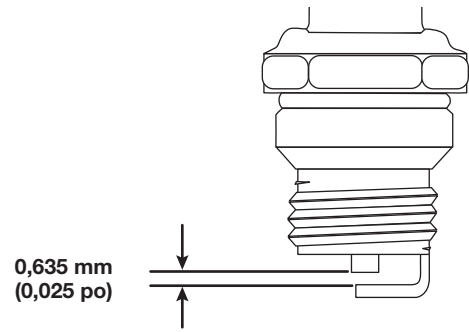

Fig. 22
4. Utilisez une jauge d'épaisseur pour régler l'écartement à **0,635 mm (0,025 po)** (Fig. 22).